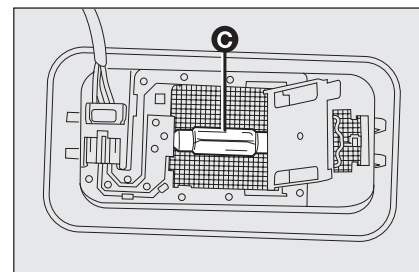

fig. 37
- remplacer l'ampoule **C-fig. 37** en dégageant des contacts latéraux, puis monter la nouvelle ampoule en s'assurant qu'elle soit correctement bloquée entre ces contacts;